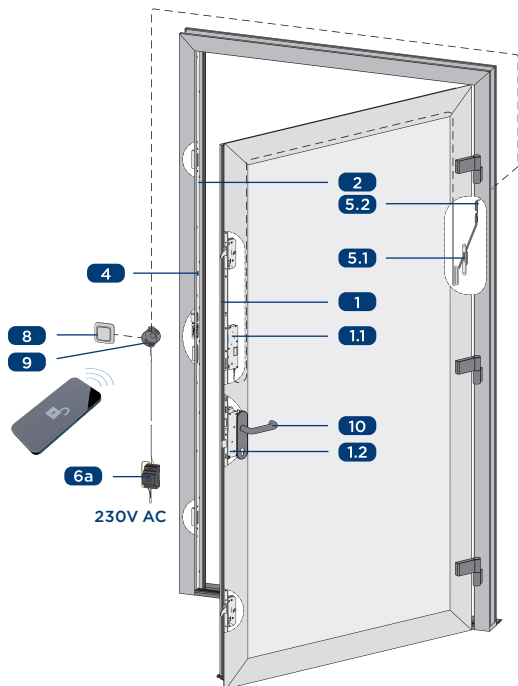

Abbildung 2-1: Verriegelung blueMatic EAV4/EAV4+ mit durchgehender Schließleiste und Zubehör (EAV4+ mit App Ansteuerung)
5.2a	Abbildung 2-1: T-KÜ-T1 RT KABEL 4M inklusive 4 m Kabel zum Anschluss externer Zutrittskontrollen, z.B. Wechselsprechanlage, potentialfreier Kontakt
6a	Abbildung 2-1: Netzteil T-HT NETZTEIL 24V DC / 2,5A für Hutschienenmontage